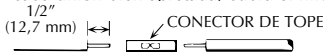

Figura 2
- Introduzca los extremos del conductor del motor y los extremos del cable en el conector de tope (ver Figura 2). Haga corresponder los colores del hilo entre los hilos de suministro y los conductores del motor.